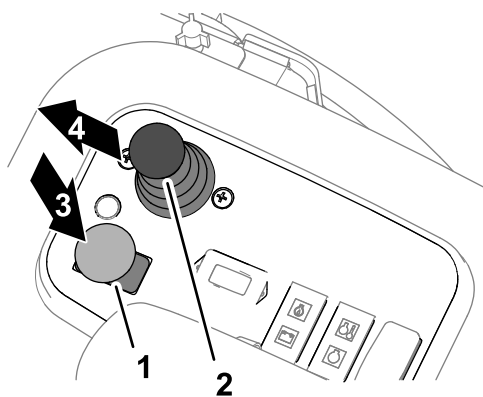

Рисунок 50
3. Нажмите на переключатель привода режущего блока, чтобы установить его в положение Выключить (Рисунок 50).
5. Переведите рычаг управления опусканием для скашивания / подъемом вперед (Рисунок 50).